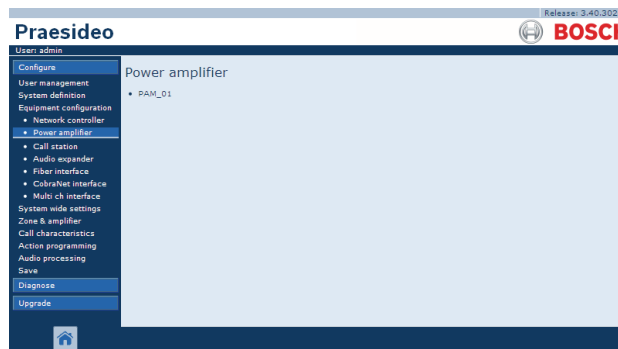

figura 44.10: Configurar un amplificador de potencia, paso 1
- 1 Vaya a *Configure > Equipment configuration > Power amplifier*. Aparece una pantalla similar a la mostrada en figura 44.10 en el cuadro principal de la interfaz Web.